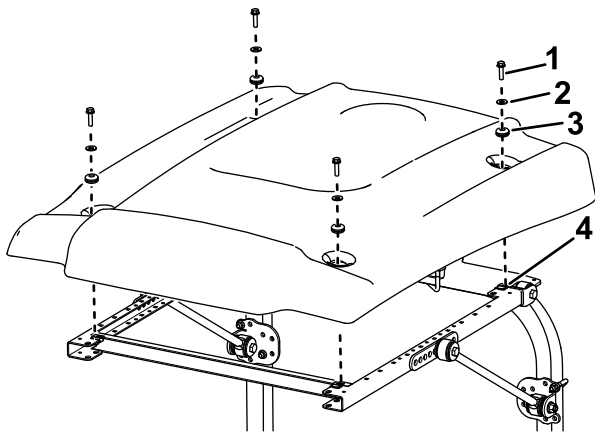

Рисунок 45
9. Выравнивая монтажные отверстия, расположите солнцезащитный навес на раме, как показано на Рисунок 45.
10. Установите каждый угол солнцезащитного навеса на раму с помощью болта с фланцевой головкой (5/16 x 1 дюйм), малой шайбы и уплотнительной втулки, не затягивая их (Рисунок 45).